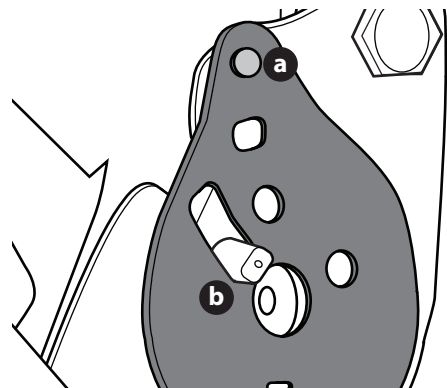

Figure 12
6. Basculez le siège vers l'avant, en position avant complète. Remplacez la plaque d'inclinaison avec le goujon à pression (a) et la goupille d'inclinaison (b) passant à travers la plaque d'inclinaison aux endroits indiqués dans l'Figure 12.